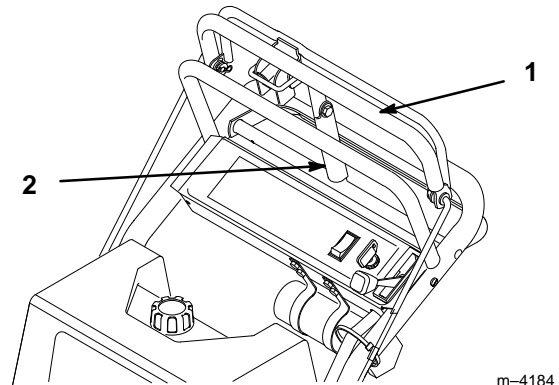

Abbildung 11
1. Den oberen Fahrtriebshebel nach hinten ziehen (Abb. 11) und in dieser Position festhalten.
2. Den Hebel für die Feststellbremse nach oben schwenken (Abb. 11) und den oberen Fahrtriebshebel langsam loslassen. Der Hebel für die Feststellbremse sollte in der eingestellten Position (Sperrung) bleiben.
1. Den oberen Fahrtriebshebel nach hinten ziehen (Abb. 11). Den Hebel für die Feststellbremse wieder in die Entriegelungsposition bringen.